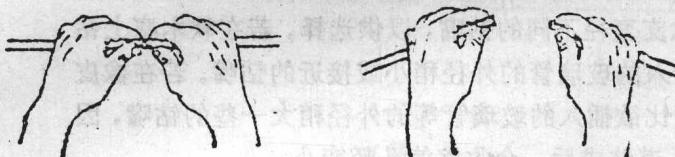

图 2-3 玻璃管的折断
(1) 玻璃管的截断 玻璃管的截断操作，一是锉痕，二是折断。锉痕用的工具是小三角钢锉或砂轮。锉痕的操作是：把玻管平放在桌子的边缘上，用一只手的拇指按住玻管要切断的地方，另一只手拿三角锉用力锉出一道凹痕(向前或向后锉，不能来回拉锉)。折断：锉痕朝外，两手握住玻管用两手拇指抵住锉痕的背面，稍用拉力和向外弯折的合，就可使玻管断开。如图 2-3 所示。